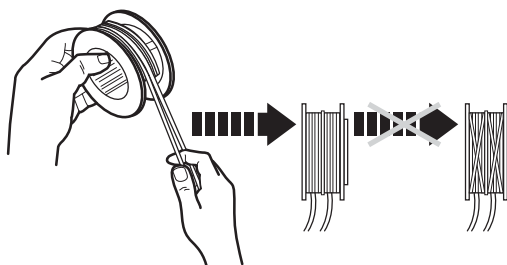

Fig. 34
- > Enrouler les deux bouts du fil nylon sur la bobine dans le sens des aiguilles d'une montre en serrant. S'assurer que les deux bouts de fil nylon soient bien répartis de part et d'autre de la bobine. (Fig. 34).